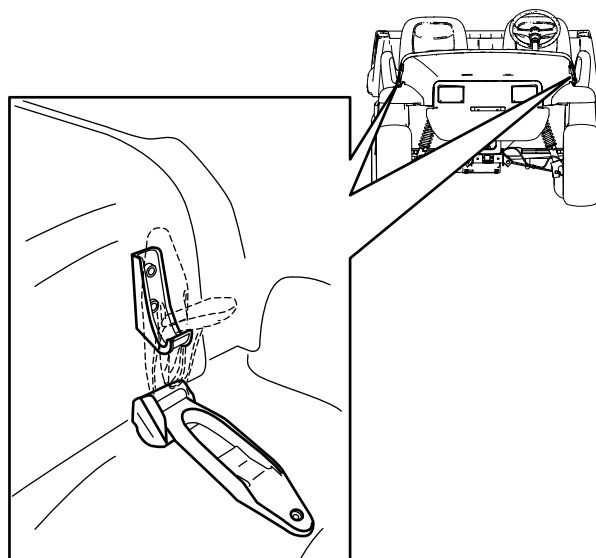

图 21
1. 向上提起机罩两侧橡胶门锁上的手柄 图 21。
2. 将橡胶门锁与机罩两侧的锁锚对齐固定机罩 图 21。